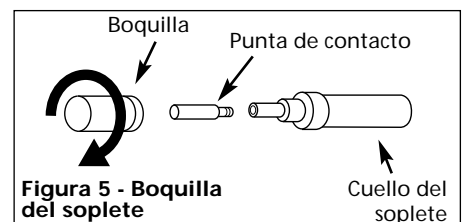

Figura 5 - Boquilla del soplete
7. Retire la boquilla girando en el sentido de las agujas del reloj mientras jala, luego desenrosque la punta de contacto del extremo del soplete soldador (Ver Figura 5). Enchufe la soldadora en un receptáculo de suministro de energía correcto.
9. Deslice cuidadosamente la punta de contacto sobre el cable, y enrosque la punta en el extremo del soplete. Instale la boquilla girando en el sentido de las agujas del reloj mientras la empuja hacia el soplete (Ver Figura 5). Corte el cable aproximadamente 1/4 de pulgada del extremo de la boquilla.